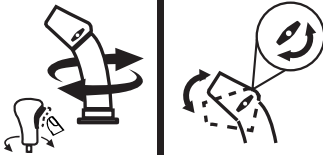

Figura 67
- Para cambiar la dirección en la que se arroja la nieve, oprima el botón del control y gírelo hacia la derecha o izquierda (Figura 67).